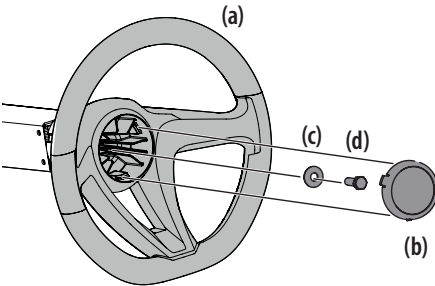

Figura 6
1. Extraiga los elementos de herraje para fijar el volante (a) que están debajo de la tapa del volante (b). Extraiga la cubierta con cuidado insertando un destornillador plano pequeño dentro de una de las tres ubicaciones de ajuste a presión, al tiempo que lentamente apalanca la tapa del volante (b) para extraer los herrajes. Consulte la Figura 6.
2. Con las ruedas de la máquina ubicadas rectas hacia delante, coloque el volante (a) sobre el eje de dirección. Consulte la Figura 6.
3. Coloque la arandela Belleville (c) con el lado cóncavo hacia adentro por encima del volante y ajústela con el tornillo de bloqueo hexagonal (d). Consulte la Figura 6.
4. Coloque la cubierta del volante (b) sobre el centro del volante (a), alinee los tres broches de presión con las lengüetas del volante y empuje hacia abajo hasta que haga "clic" en su lugar. Consulte la Figura 6.